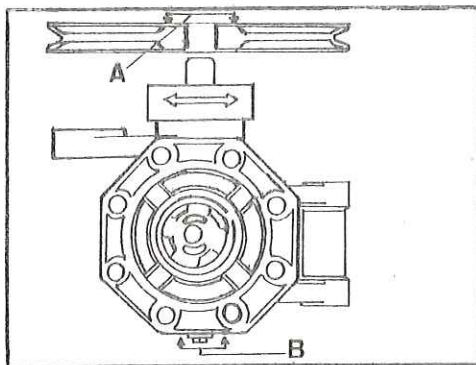

Fig. H-69 Montaje de la polea
3.5. Mediante una prensa hidráulica, introducir la polea, A (Fig. H-69) en el eje del depresor. Hay que procurar presionar la polea para su introducción, por la parte del buje.